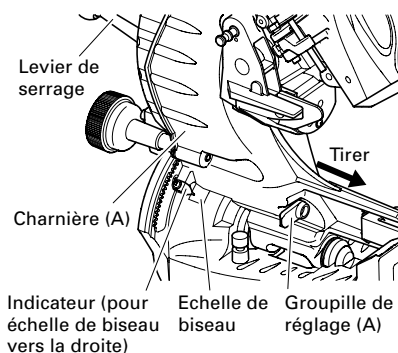

Fig. 30
- (1) Desserrer le levier de serrage et incliner la lame vers la gauche ou vers la droite. Quand on incline la tête du moteur vers la droite, tirer la groupille de réglage (A) vers l'arrière. Le levier de verrouillage est doté d'un système de maintien. Lors du contact avec l'établi et l'outil, tirer le levier de verrouillage dans la direction de la flèche comme le montre Fig. 30, puis changer le sens du levier de verrouillage.
- (2) Régler l'angle de biseau à l'angle voulu tout en regardant l'échelle d'angle de biseau et l'indicateur, puis fixer le levier de serrage.
- (3) Effectuer les opérations des paragraphes 4, 5 et 6 ci-dessus. Pour les dimensions de coupe maximales, voir le tableau des "SPÉCIFICATIONS" à la page 53.